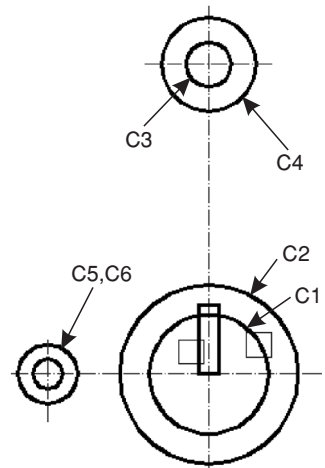

Fig. 6.12 Exercițiul 6.4 – pasul 2
- Pasul 2. Setând stratul **Contur** ca strat curent, se trasează conturul piesei, în proiecția verticală, ca în Fig. 6.12.